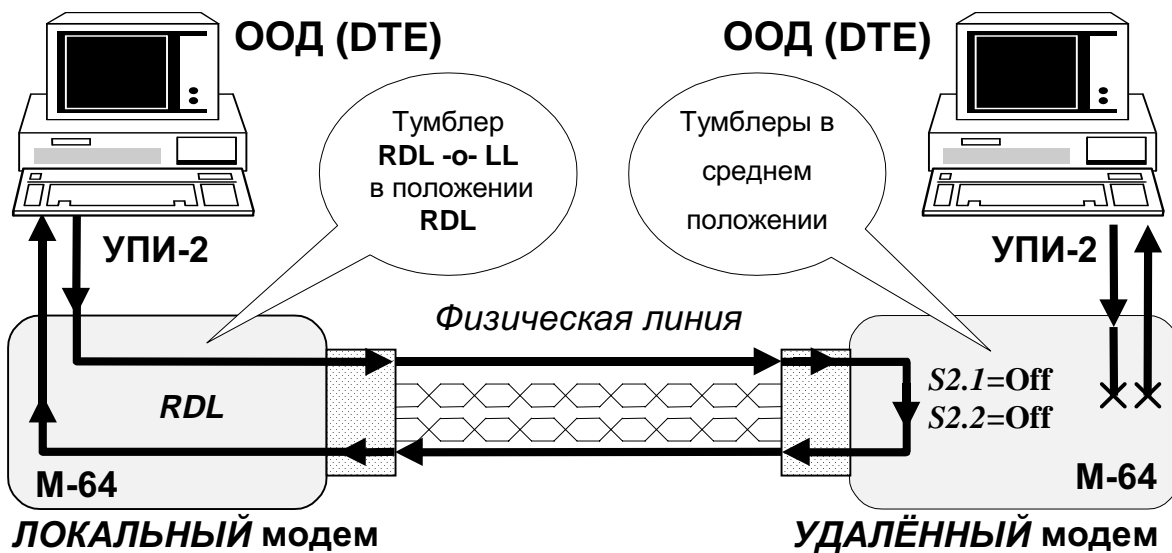

Рис. 8 Проверка Удаленный шлейф (RDL)
Удаленный шлейф RDL (Remote Digital Loopback) обеспечивает возможность полной проверки канала передачи данных, образованного с помощью двух модемов М-64. Рис. 8 иллюстрирует принцип проверки *Удаленный шлейф (RDL)* для одного направления. Модем позволяет выполнить проверку канала передачи данных как с помощью внешнего ООД (DTE), так и в автономном режиме с помощью встроенного анализатора – **BER-тестера**.
Для организации проверки канала передачи данных в режиме Удаленный шлейф (RDL) с помощью ООД (DTE) необходимо подключить модемы и установить необходимый режим микропереключателями, при этом микропереключатель S2.8 должен находиться в положении Off. Затем на одном модеме, этот модем будет назван ЛОКАЛЬНЫМ, необходимо установить тумблер RDL-o-LL в положение RDL, см.Рис. 8. На другом модеме, назовём его УДАЛЕННЫМ, тумблеры должны находиться в среднем положении (рабочий режим), а микропереключатели S2.1, S2.2 – в положении Off.
1. ЛОКАЛЬНЫЙ модем переводит цепь DCD УПИ-2 в пассивное состояние, гасит индикатор CD, и, имитируя активное состояние входных интерфейсных сигналов УПИ-2 (DTR, RTS) независимо от состояния микропереключателей S2.1, S2.2, начинает процедуру вхождения в связь с удаленным модемом (индикатор TST мигает, см.П.3.2), затем переводит УДАЛЕННЫЙ модем в режим заворота данных в линию связи, см.Рис. 8.